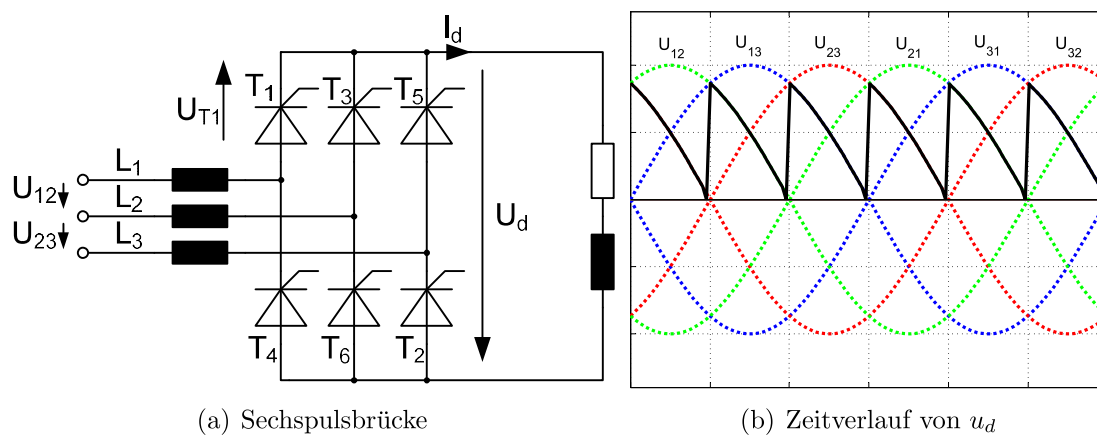

Abbildung 5: zu Aufgabe 5.3
- In Abbildung 5(b) sind der Verlauf der verketteten Spannungen U_{12}, U_{23}, U_{31} und der Verlauf der Ausgangsspannung u_d zu sehen.